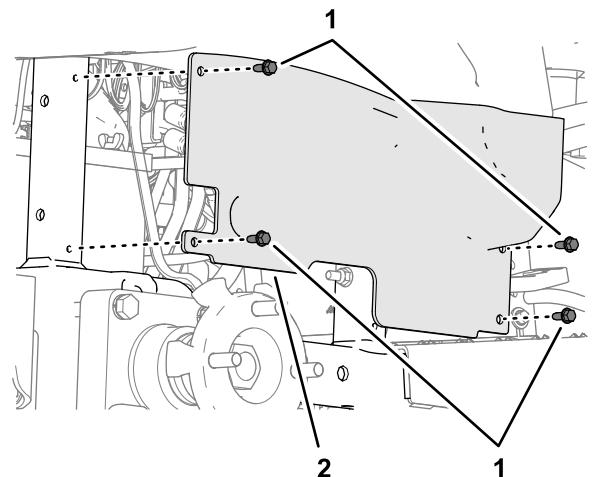

Figura 31
3. Retire los 4 tornillos de caperuza con arandela prensada ($\frac{1}{4}'' \times \frac{5}{8}''$) que sujetan la cubierta de la rueda al bastidor de la máquina (Figura 31).
6. Alinee los taladros en la cubierta de la rueda con el bastidor de la máquina (Figura 31) y fije la cubierta al bastidor con los 4 tornillos de caperuza con arandela prensada ($\frac{1}{4}$ " x $\frac{5}{8}$ "") que retiró en el paso 3.